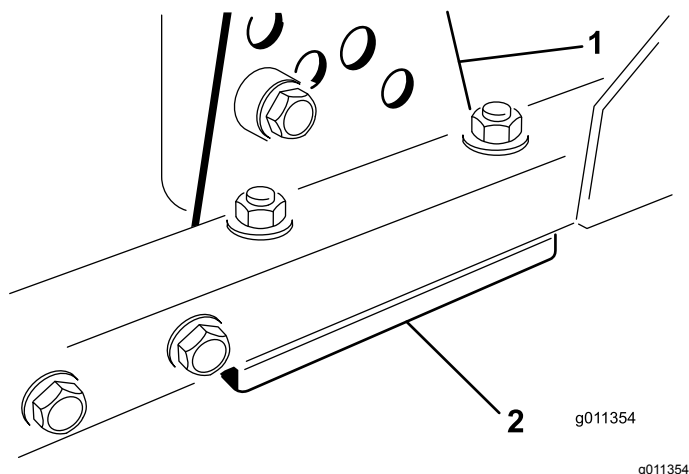

図 75
1. 刈り高ブラケット前、左、右のうち1つをデッキのフレームから外す図 75。
2. デッキフレームとブラケットとの間に厚さ 1.5mm または 0.7mm のシム、場合によってはこれらの両方を挿入して、希望する刈高を達成する図 75。